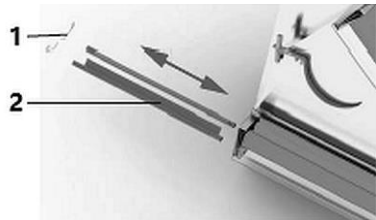

Abb. 9
- lösen Sie die Federn (1, Abb. 9) auf den unteren Rollen;
- nehmen Sie die Dichtungen (2) aus ihrem Sitz heraus;